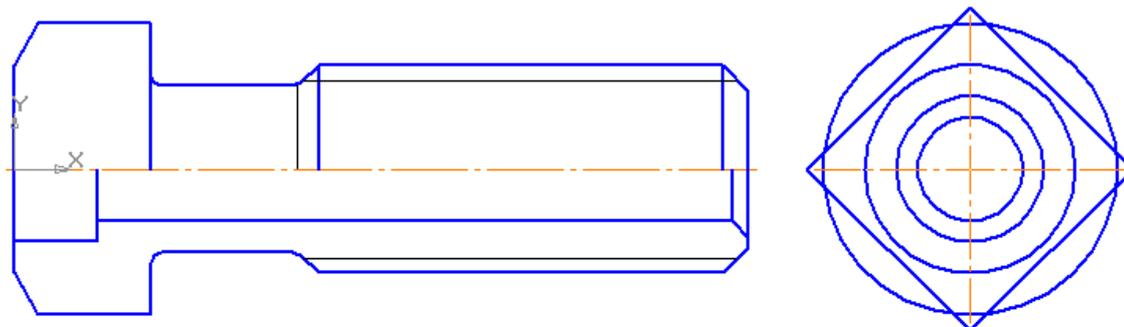
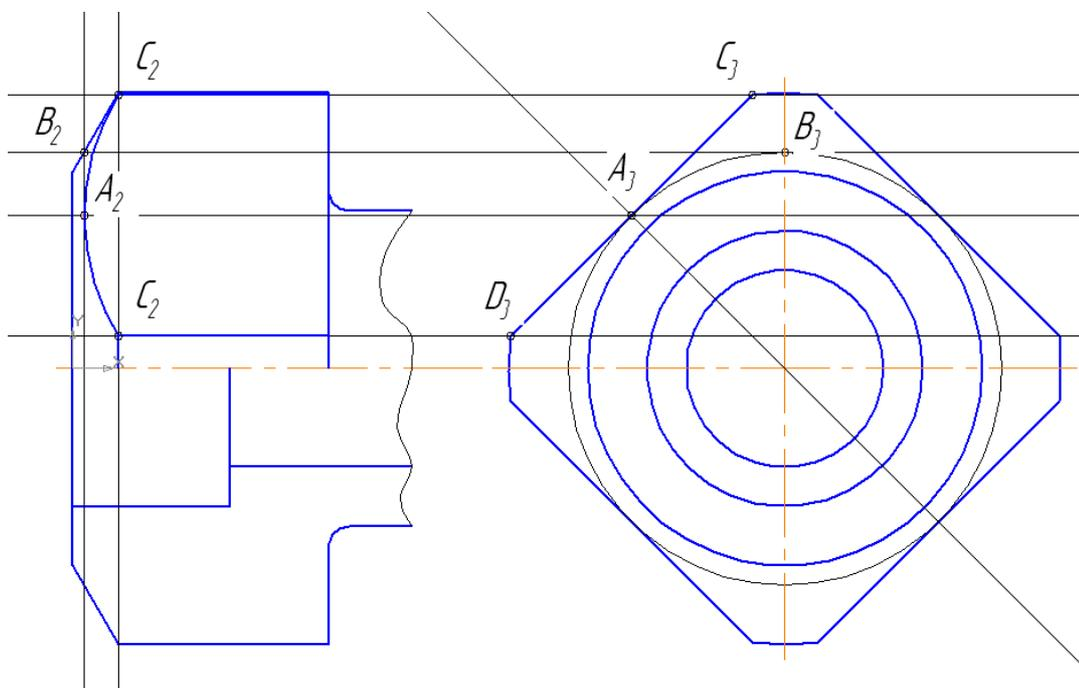

Рис. 88
Рис. 89
3. На виде слева постройте правильный квадрат (по вписанной окружности, $R11$, угол «45») и четыре окружности. Для построения четырех концентрических окружностей после вызова команды **Ввод окружности**  укажите положение общего для всех четырех окружностей центра и нажмите кнопку **Запомнить состояние** . После этого введите последовательно значения радиусов окружностей, рис. 88. Командой **Усечь кривую**  на панели **Редактирование**  удалите лишние линии, рис. 89.
4. Выполните на главном виде проекции ребер призмы и линии пересечения призматической и конической поверхностей. Для этого командой **Горизонтальная прямая** (вспомогательная)  определите проекции ребер призмы, рис. 89. Командой **Вертикальная прямая**  определите длину ребер, рис. 89. На рис. 89 показано построение дуг гипербол на боковых гранях призмы, образующихся при сечении конуса (фаски) и призмы. Они заменены дугами окружностей, определяемыми каждая тремя точками.